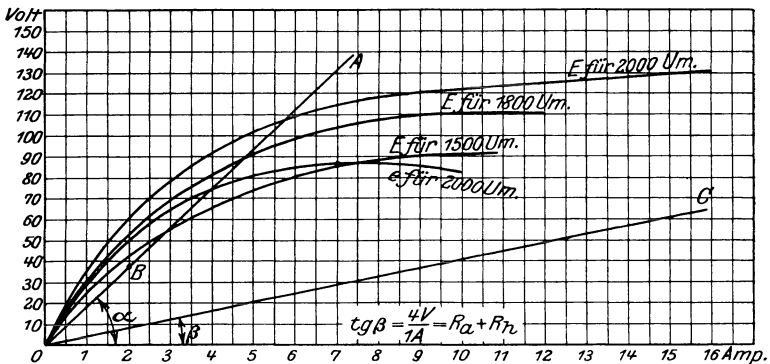

Abb. 66.
Zu a): $E = E_k + J(R_a + R_h) = E_k + J \cdot 4 = 52 + 2 \cdot 4 = 60$ V usw. Die Ergebnisse sind in Abb. 66 als Ordinaten der ausgezogenen Kurve E für 2000 Umdrehungen eingetragen.
Zu c): Man zeichne in Abb. 66 den Widerstand
Lösung: Der Schenkel OA (Abb. 66) muß Berührungslinie an die entsprechende Charakteristik werden. Nimmt man an, daß unsere Charakteristiken von 0 bis 2 A Strom geradlinig verlaufen, so ist B ein Punkt der gesuchten Charakteristik. Derselbe entspricht einer elektromotorischen Kraft von 37 V folglich hat man
Lösung: Es muß \overline{OC} (Abb. 66) Tangente der Charakteristik werden. Zu 2 A gehören 60 Volt bei 2000 Umdrehungen und 8 V bei x Umdrehungen, demnach
Lösung: Die Maschine hat 4 Ω Widerstand, also geht beim Anlassen ohne Anlasser der Strom $J = \frac{64}{4} = 16$ A durch Anker und Magnet. Zu 16 A gehört aber nach Abb. 66 $E_g = 130$ V bei $n = 2000$ Umdrehungen, also ist nach Formel (49)